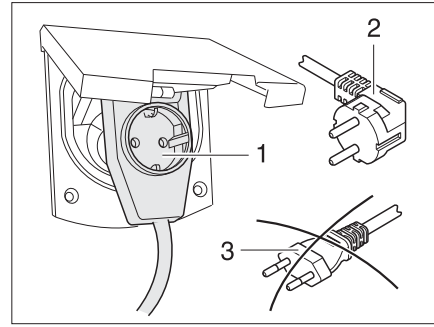

Bild 96 Anslutning till en vinkelkontakt med uttag
- ▶ Om en CEE 17 vinkelkoppling med uttag på baksidan (Bild 96,1) används, ska endast en gummierad och förseglad IP 44-kontakt med jordad kontakt (Bild 96,2) användas. Använd inte någon kontakt utan jordad kontakt (Bild 96,3). Risk för strömstöt!